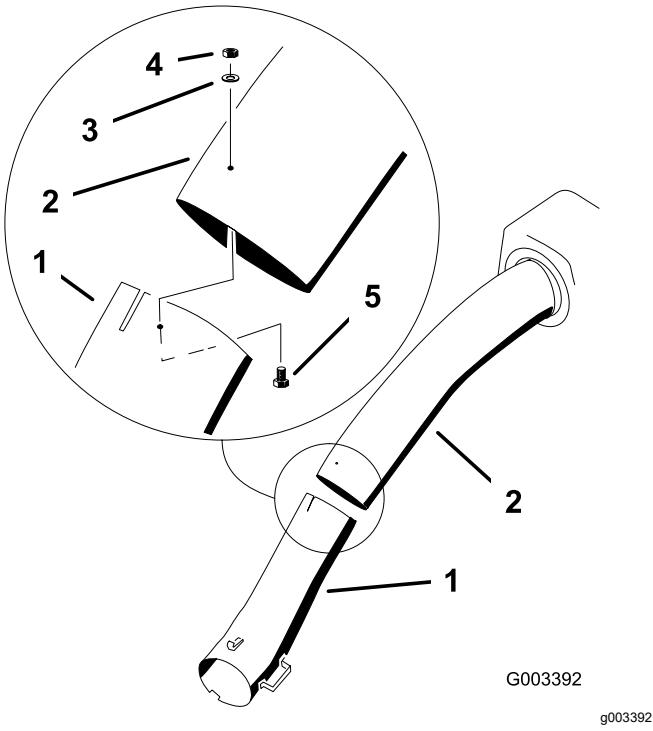

Figura 19
10. Retire los tubos de la máquina y ensamble los tubos superior e inferior usando 3 pernos de cabeza hexagonal con arandela prensada (Nº 10 x $\frac{3}{4}$ "), 3 arandelas planas y 3 contratuerzas (Nº 10) como se muestra en la Figura 19.